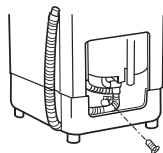

图3
3. 将排水管从底座右侧安装孔伸出，并用排水管道架将排水管固定在底座上，并拧紧螺钉，然后将排水管挂钩套在排水管道上，再将排水管挂在箱体安装孔上。（如图3所示）